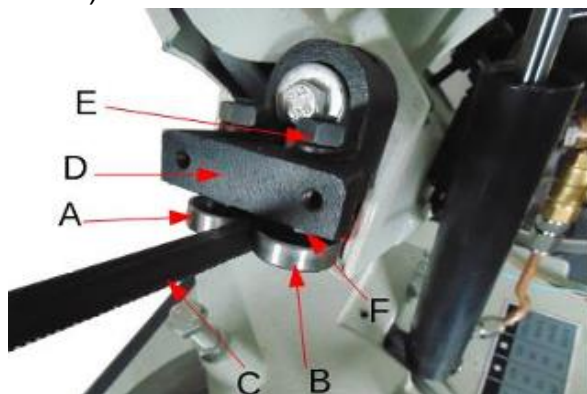

Рис. 10
2. Подшипники, направляющие полотно, (А и В на рис. 10) следует отрегулировать так, чтобы они почти касались боковых сторон полотна (С) после соответствующей регулировки его пути и опорных подшипников. Чтобы выполнить регулировку, следует выполнить инструкции ниже.
3. Снимите крышку, прикрепленную к передней стороне кронштейна правой направляющей (D на рис. 10).
4. Внутренний направляющий подшипник (А на рис. 10), закреплён на неподвижном валу и не регулируется. Внешний направляющий подшипник (В) находится на эксцентричном валу и должен был отрегулирован так, чтобы боковые стороны полотна (С) почти касались направляющих подшипников (А) и (В). Для регулировки следует открутить гайку (Е) и повернуть регулировочную гайку (F) таким образом, чтобы настройка была подходящей. Затем затянуть гайку Е.